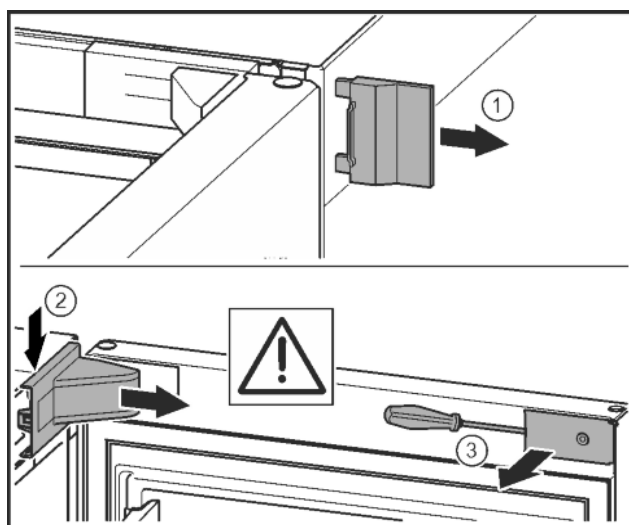

Fig. 7
- ▶ Зніміть зовнішню кришку. *Fig. 7 (1)*
- ▶ За допомогою викрутки звільніть кришку опорного кронштейна від фіксаторів та ослабте кріплення. Зніміть кришку опорного кронштейна. *Fig. 7 (2)*
- ▶ За допомогою шліцевої викрутки звільніть від фіксатора та поверніть убік накладку. *Fig. 7 (3)*